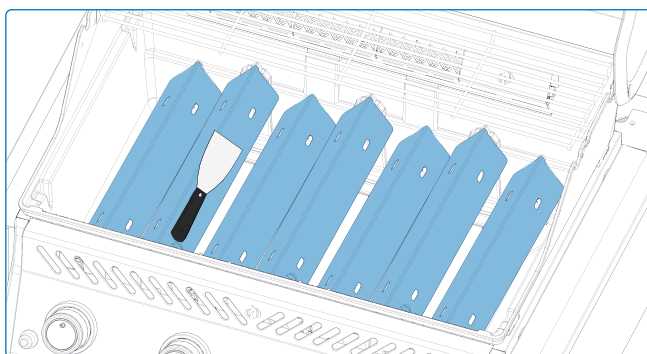

Fig. 9
- Accendere il bruciatore e farlo funzionare al massimo per 5–10 minuti per rimuovere eventuali residui (**Fig. 9**).